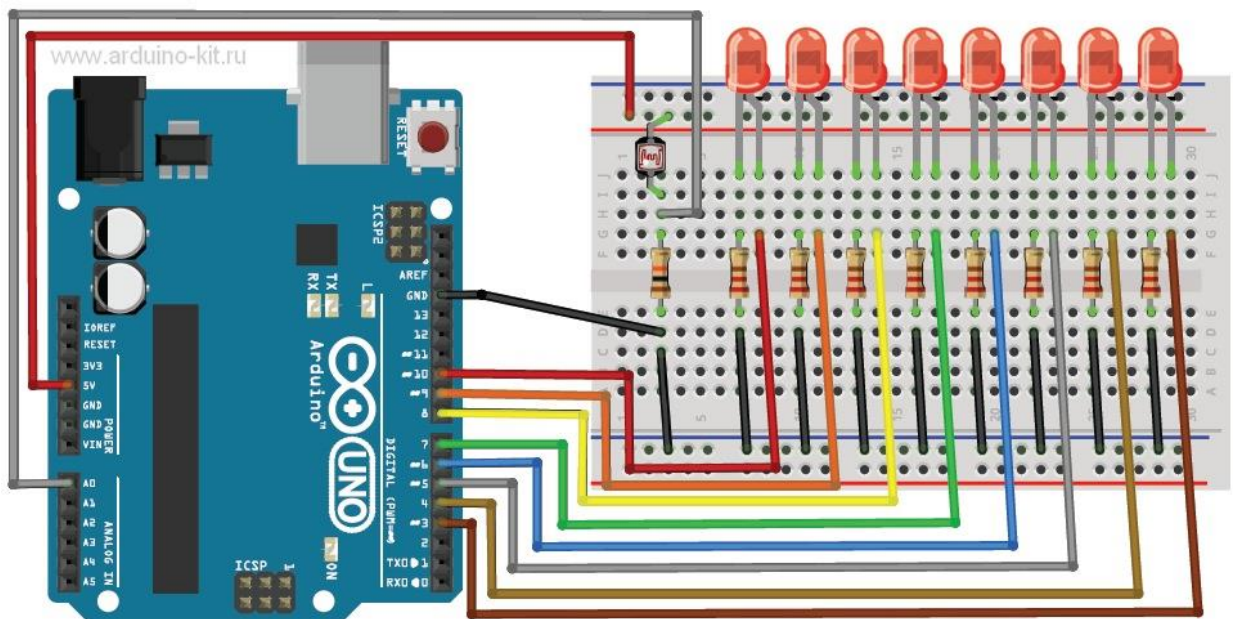

Рис. 13.3. Схема подключения фоторезистора и светодиодов к Arduino
Теперь создадим индикатор освещенности с помощью светодиодного ряда из 8 светодиодов. Количество горящих светодиодов пропорционально текущей освещенности. Собираем светодиоды по схеме на рис. 13.3, используя ограничительные резисторы номиналом 220 Ом.
1. Подключаем фоторезистор и светодиоды по схеме на рис. 13.3.
3. Регулируем рукой освещенность фоторезистора и по количеству горящих светодиодов определяем текущий уровень освещенности (рис. 13.3).